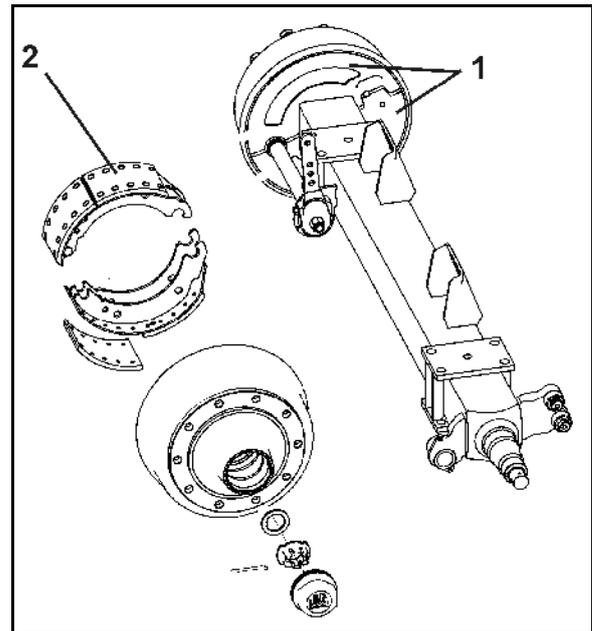

Fig. 133
1. Desenroscar las dos cubiertas protectoras (Fig. 133/1) de la parte interior del tambor de freno.
La suciedad procedente del exterior puede acumularse sobre los forros del freno (Fig. 133/2) y perjudicar seriamente al rendimiento de frenado.